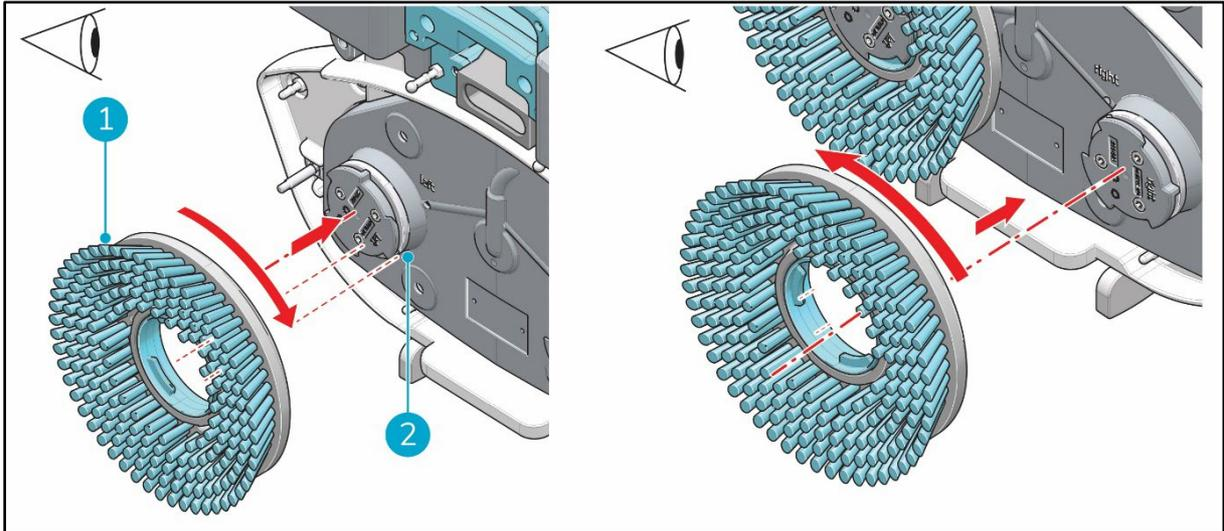

Figura 9
3. Alinhar o pincel esquerdo (Figura 9, pos 1) com o disco do motor esquerdo (Figura 9, pos 2). Alinhe os fechos e os recortes na escova e no disco do motor.